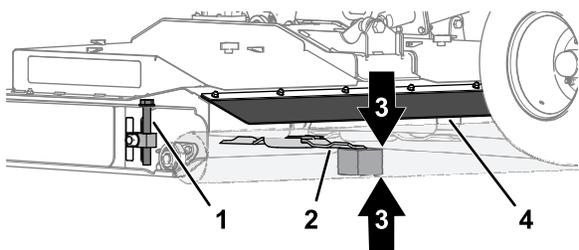

Рисунок 80
- Находясь в задней части деки газонокосилки, поднимите заднюю заслонку и вставьте деревянный брусок толщиной 51 мм между задним концом среднего ножа газонокосилки и землей (Рисунок 80).